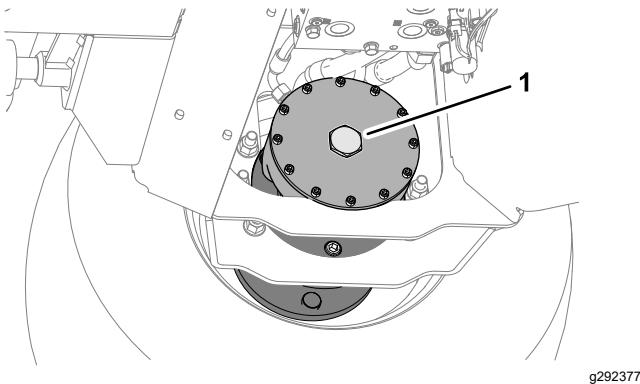

Figura 41
2. Instale el tapón hexagonal en la placa del extremo del motor (Figura 41).
6. Guarde los 2 pernos de 12 mm x 40 mm y las 2 arandelas de 12 mm almacenados en los raíles de soporte de la plataforma (Figura 41).